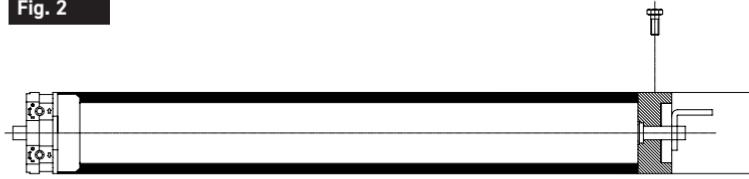

Fig. 3
- Prevedere a monte del circuito un sezionatore bipolare con una distanza di apertura di almeno 3mm. (fig.3)
- Per cambiare il senso di rotazione, invertire i conduttori marrone e nero. (fig.3)